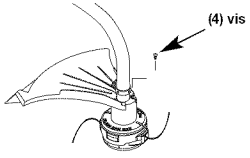

Fig. 2
2. Enfoncez le protecteur d'accessoire de coupe sur le haut de l'accessoire de coupe puis tournez-le jusqu'à ce que les trous à vis soient alignés et que le protecteur s'emboîte dans la poche encastrée (Fig. 2).
3. Posez les vis à l'aide d'un tournevis à empreinte cruciforme (Fig. 2).